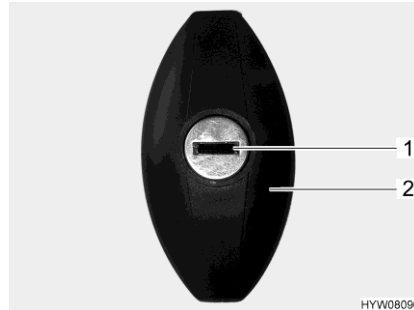

Bild 59 Klappenschloss
- Schlüssel in Schließzylinder (Bild 59,1) stecken und eine halbe Umdrehung entgegen dem Uhrzeigersinn drehen. Schlossgriff (Bild 59,2) schnappt heraus.